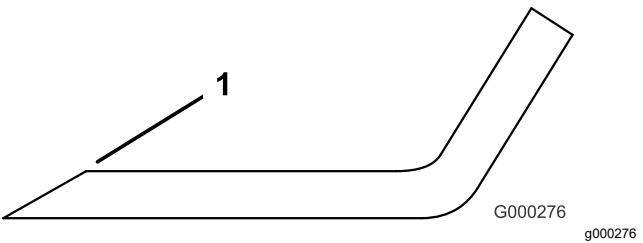

Bild 112
4. Schärfen Sie alle stumpfen und ausgekerbten Schnittkanten (Bild 112).